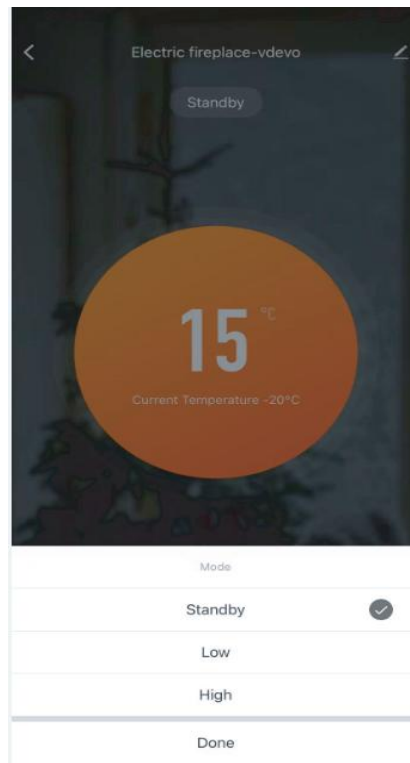

Abb. 7
2. Tippe auf „Schalter“, um die Heizung über die App ein- oder auszuschalten. Aktiviere den Modus, und du kannst die gewünschte Temperatur einstellen, wie in Abbildung 7 gezeigt.